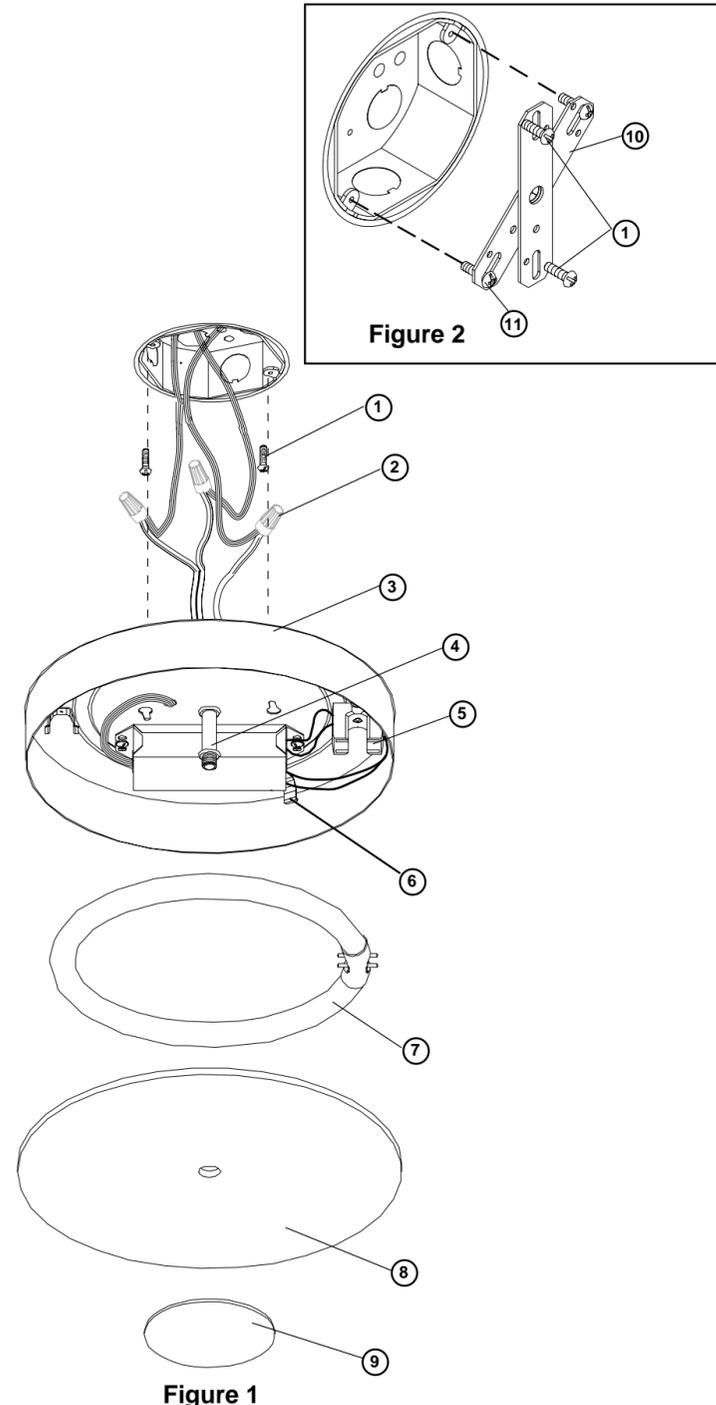

Figure 1
8. Le côté blanc face à la lampe, aligner le diffuseur en verre (8) et le disque décoratif (9) sur la tige filetée (4) et fixer à fond le disque décoratif sur la tige filetée. Voir la fig. 1.
2. Thread two 1" Screws (1) into junction box **Note: Screws must be the same distance apart as keyholes in back of Housing Assembly (3 1/2"). See Fig. 1.** If distance between Screws on junction box is not 3 1/2", insert 1" Screws (1) 3-1/2" apart in Crossbar (10) and mount Crossbar (10) with 1/2" Screws (11) inserted through slots to junction box as shown in **Fig. 2.**
6. To install Lamp (7), align prongs of Lamp over slots in Socket (5) and **carefully press Lamp into socket** and Lamp Clips (6).
8. Install Diffuser by aligning Glass Diffuser (8) (with white side facing towards Lamps), **and Decorative Disk (9) over Nipple (4)** and secure by threading Decorative Disk onto Nipple. **See Fig. 1.**
2. Atornille dos Tornillos de 1" (1) a la caja de ensambladura. **NOTA: los tornillos deben estar a la misma distancia aparte que los keyholes en la parte trasera de la ensambladura de la carcasa (3-1/2"). Vea Fig. 1.** Si la distancia entre tornillos en la caja de ensambladura no es de 3-1/2", inserte Tornillos de 1" (1) 3-1/2" aparte en barra transversal (10) y monte la barra transversal (10) con tornillos de 1/2" (11) insertados a través de las ranuras a la caja de ensambladura como mostrado en la **Fig. 2.**
6. Para instalar Lámpara (7), alinee las horquillas de la lámpara sobre las ranuras en el enchufe (5) y **con cuidado presione la lámpara en el enchufe** y las grapas de lámpara (6).
8. Con el lado blanco mirando hacia la lámpara, **alinee el Difusor de Cristal (8), y Disco Decorativo (9) sobre la Entrerrosca (4)** y asegure roscando el Disco Decorativo a la Entrerrosca. **Vea Fig. 1.**